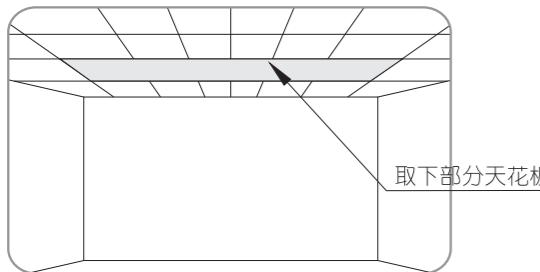
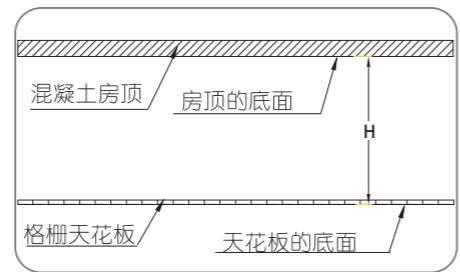

图1
图2
1. 选定安装银幕的位置，根据银幕所需安装空间，取下部分天花板（图1），准确测量混凝土房顶的底面到天花板的底面高度距离H（图2）。